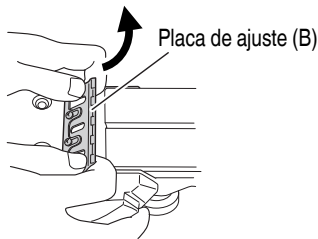

Fig. 20
- (2) Como se muestra en la Fig. 20, después de haber extraído la cuchilla de carburo del cortador, deslice la placa de ajuste (B) en el sentido indicado por la flecha para desmontar dicha placa (B).